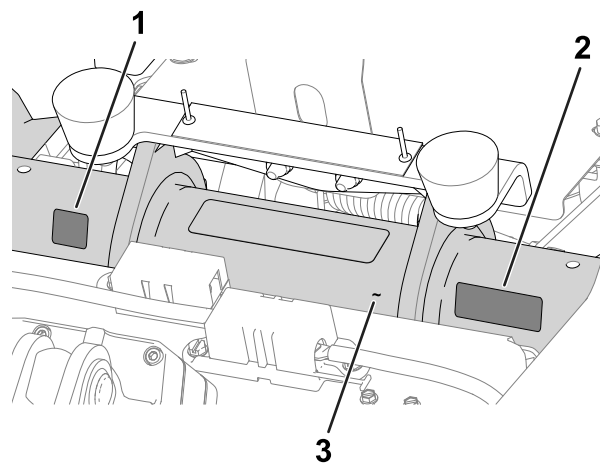

図 16
- 製造年デカル および CE/UKCA マークデカル 運転席下のフレームチューブシリアル番号プレートの下に貼りつける 図 16 を参照。